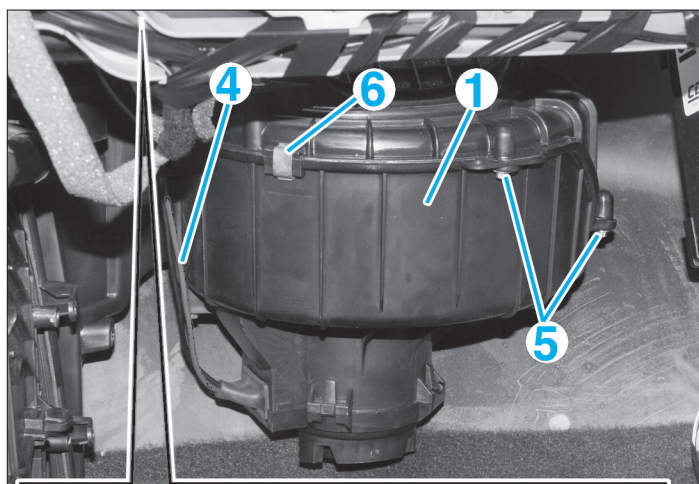

FIG. 10
- Débrancher les connecteurs (3) d'alimentation du motoventilateur (1) de chauffage (fig. 10).
- Dégager le faisceau (4).
- Déposer les vis (5) puis les clips (6) de fixation.
- Débrancher le motoventilateur de refroidissement (fig. 10).